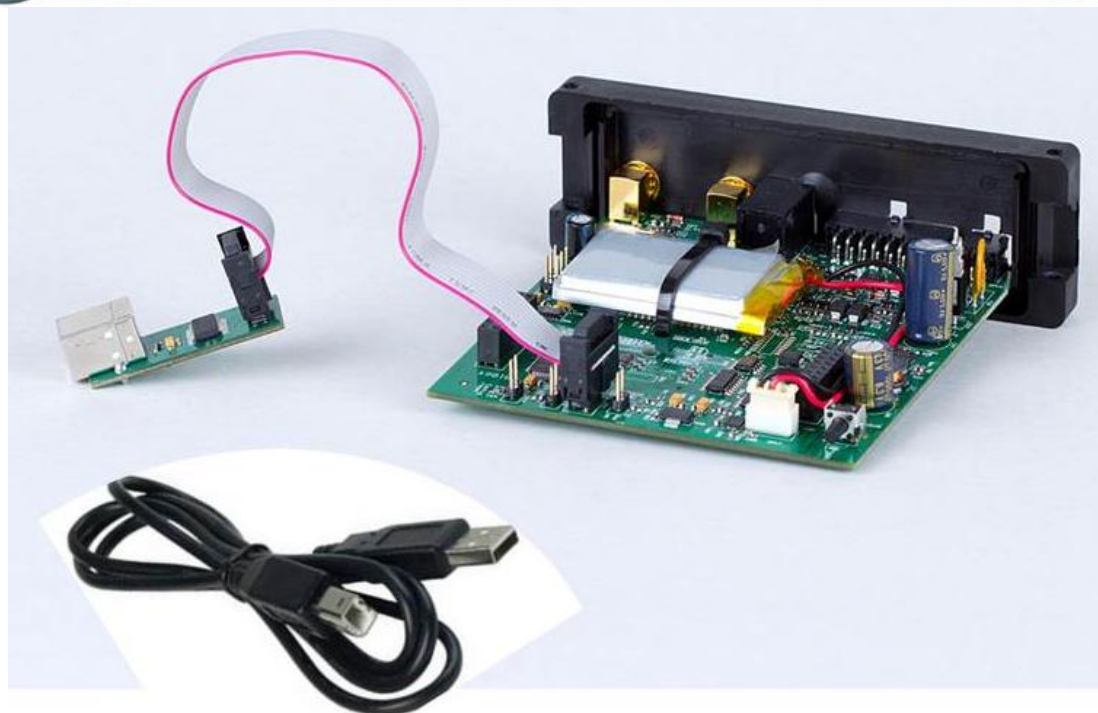

Рис. 7. Подключение программатора USB-UART
- 3 Кабель с разъемом (USB) подключаем к компьютеру, программатор USB-UART подключает так как показано на рис.7 и ожидаем пока драйвера автоматически установятся.